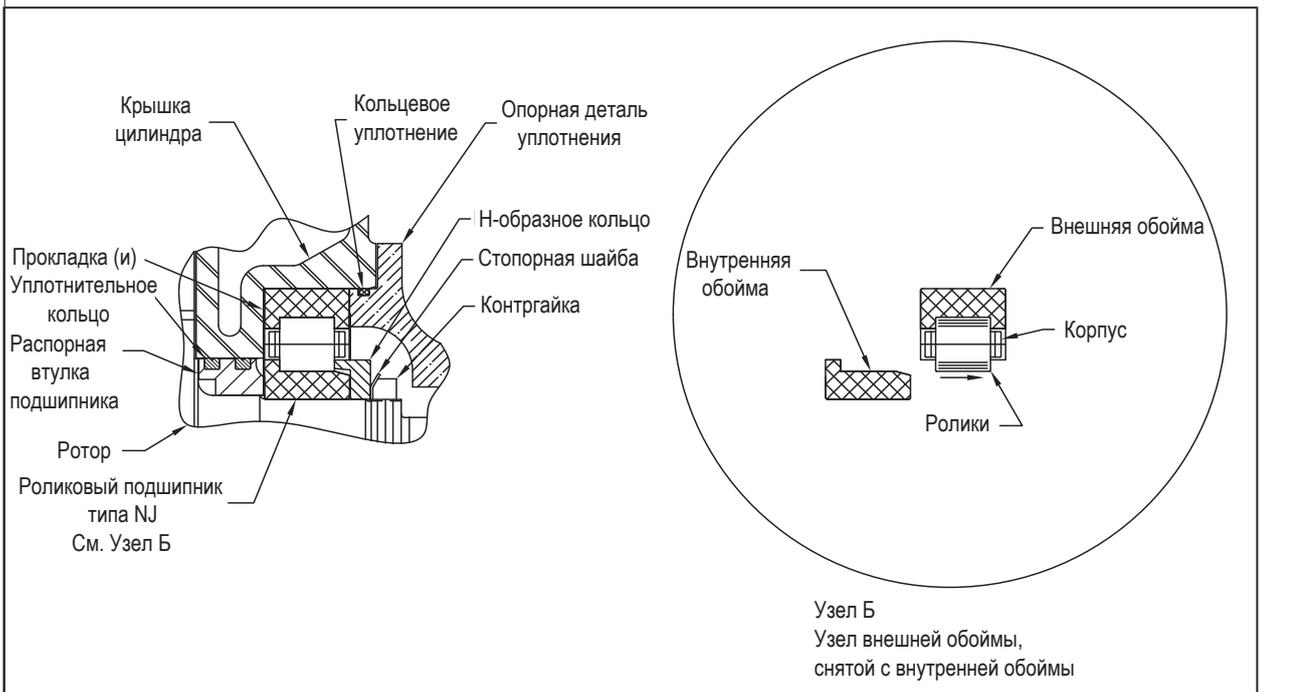

Рис. 26. Узел Н-образного кольца, стопорной шайбы, контргайки и роликового подшипника.
Смещение закрепленного ротора – это общее осевое перемещение ротора ПОСЛЕ установки H-образного кольца (см. рис. 26), оно определяется производственными допусками концевого подшипника (A) и H-образного кольца. При пуске необходимо зарегистрировать значение смещения для применения при техническом обслуживании.